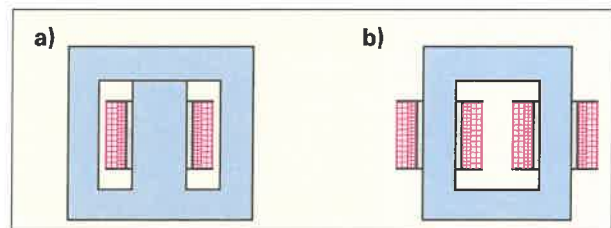

Bild 2: Bauarten eines Wechselstromtransformators
5. Der Eisenkern kann in verschiedenen Bauarten gefertigt werden. Wie nennt man die beiden Bauarten (**Bild 2**) von Transformatoren?